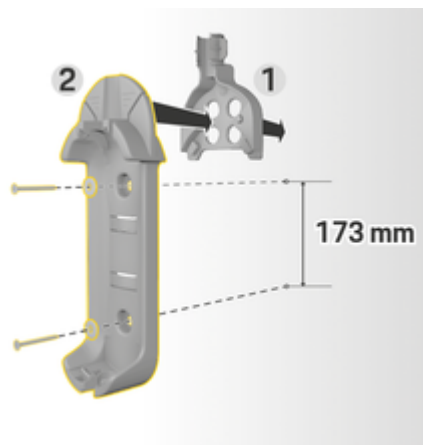

Fig. 44 Dimensiones de perforación
3. Presiona el soporte de pared básico 2 (Fig. 44) en la guía del cable 1 (Fig. 44) desde el frente.